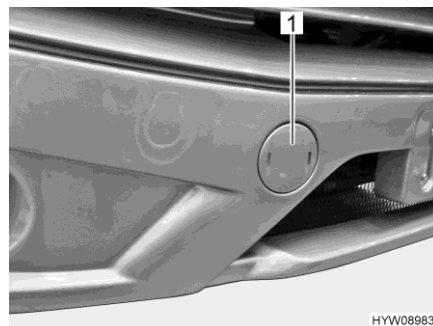

Bild 40 Abdeckung (Aufnahme der Abschleppöse)
- Abdeckung (Bild 40,1) mit einem Schraubendreher aufhebeln.